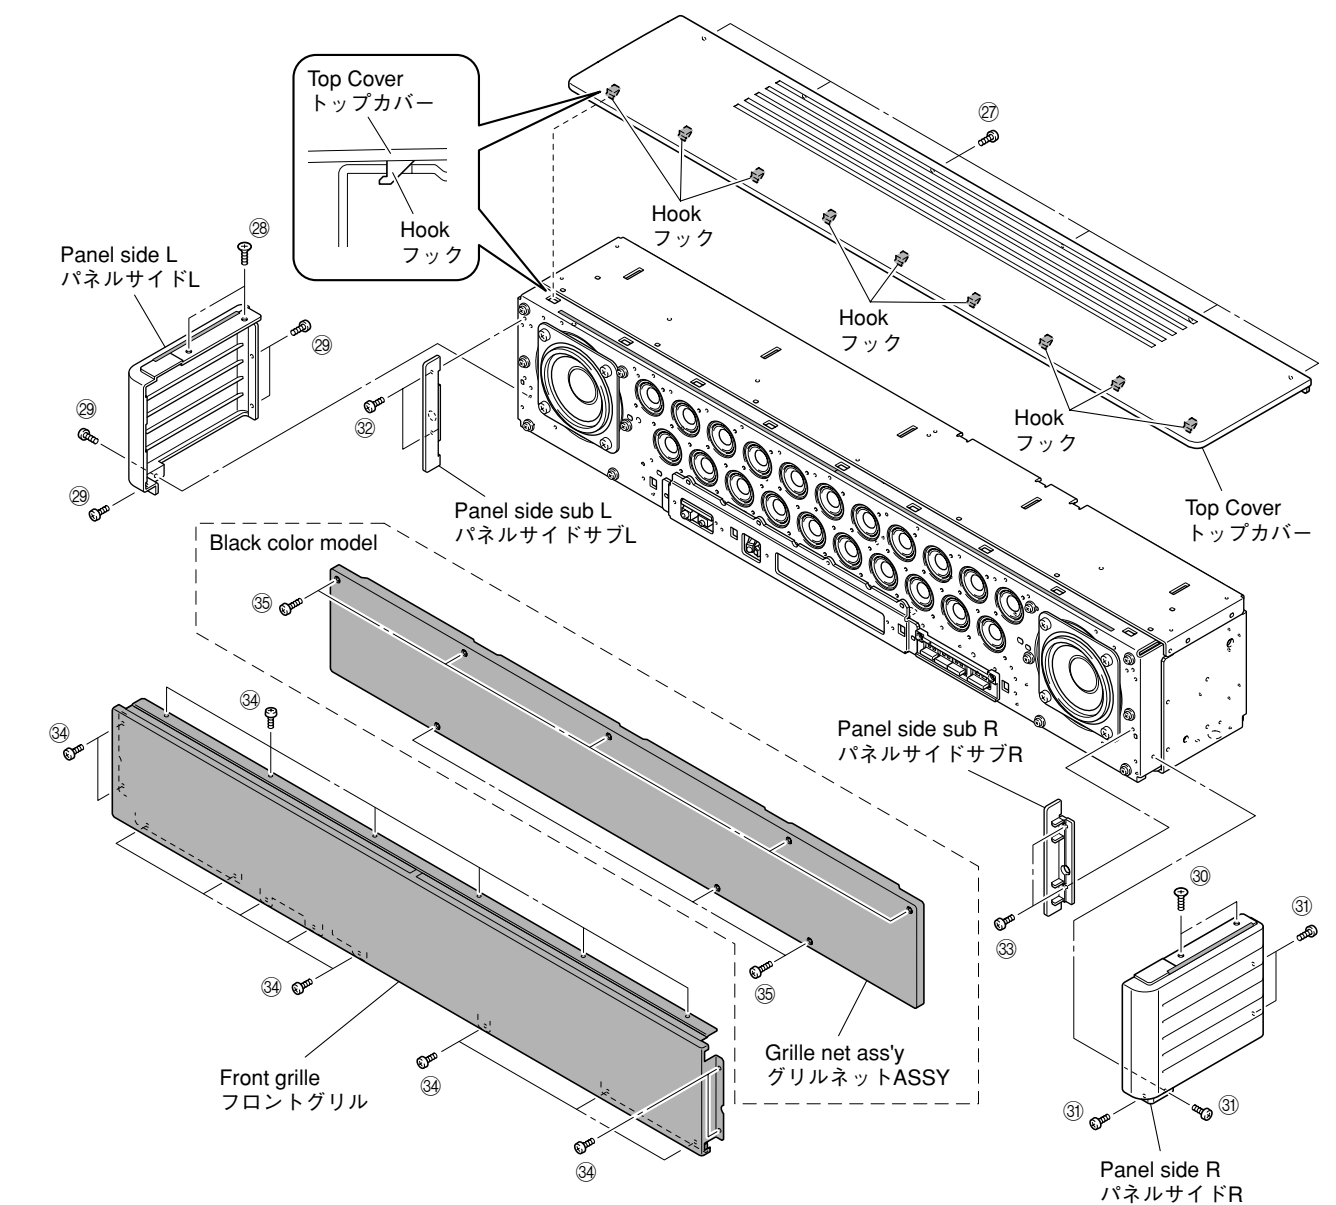

Fig. 9
- Remove 6 screws (27). (Fig. 9)
- Lift up the rear of the top cover a little and after removing 9 hooks, remove it rearward. (Fig. 9)
- \* To install the top cover, be sure to install 9 hooks at the front first and then install screws. (Fig. 9)
- Remove 2 screws (28), 4 screws (29) and then remove panel side L. (Fig. 9)
- 27のネジ6本を外します。(Fig. 9)
- トップカバーの後ろを少し持ち上げ、フック9ヶ所を外し、後方へ取り外します。(Fig. 9)
- \* トップカバーを取り付ける場合は、必ず前のフック9ヶ所から取り付け、次にネジを取り付けてください。(Fig. 9)
- 28のネジ2本、29のネジ4本を外し、パネルサイドLを取り外します。(Fig. 9)
- Remove 2 screws (30), 4 screws (31) and then remove panel side R. (Fig. 9)
- Remove 2 screws (32) and then remove panel side sub L. (Fig. 9)
- Remove 2 screws (33) and then remove panel side sub R. (Fig. 9)
- Remove 18 screws (34) and then remove front grille ass'y. (Fig. 9)
- 30のネジ2本、31のネジ4本を外し、パネルサイドRを取り外します。(Fig. 9)
- 32のネジ2本を外し、パネルサイドサブLを取り外します。(Fig. 9)
- 33のネジ2本を外し、パネルサイドサブRを取り外します。(Fig. 9)
- 34のネジ18本を外し、フロントグリルを取り外します。(Fig. 9)
- Remove 8 screws (35). (Fig. 9)
- Remove grille net ass'y. (Fig. 9)
- 35のネジ8本を外します。(Fig. 9)
- グリルネットASSYを取り外します。(Fig. 9)